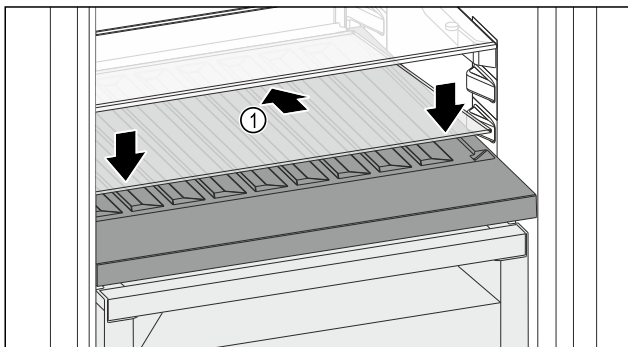

Fig. 100
- Glasplaat Fig. 100 (1) schuin naar achteren en naar beneden plaatsen.
- Glasplaat Fig. 100 (1) aan de voorzijde laten zakken.